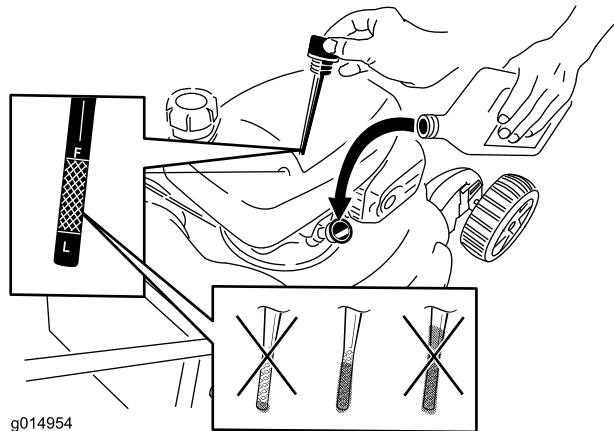

Figure 14
2. Retirez la jauge (Figure 14).
5. Sortez de nouveau la jauge et contrôlez le niveau d'huile ; voir Figure 14.
- Si le niveau d'huile est trop bas, ajoutez lentement une petite quantité d'huile dans le tube de remplissage, puis répétez les opérations 3 à 5 jusqu'à ce que le niveau d'huile soit correct, comme montré à la Figure 14.